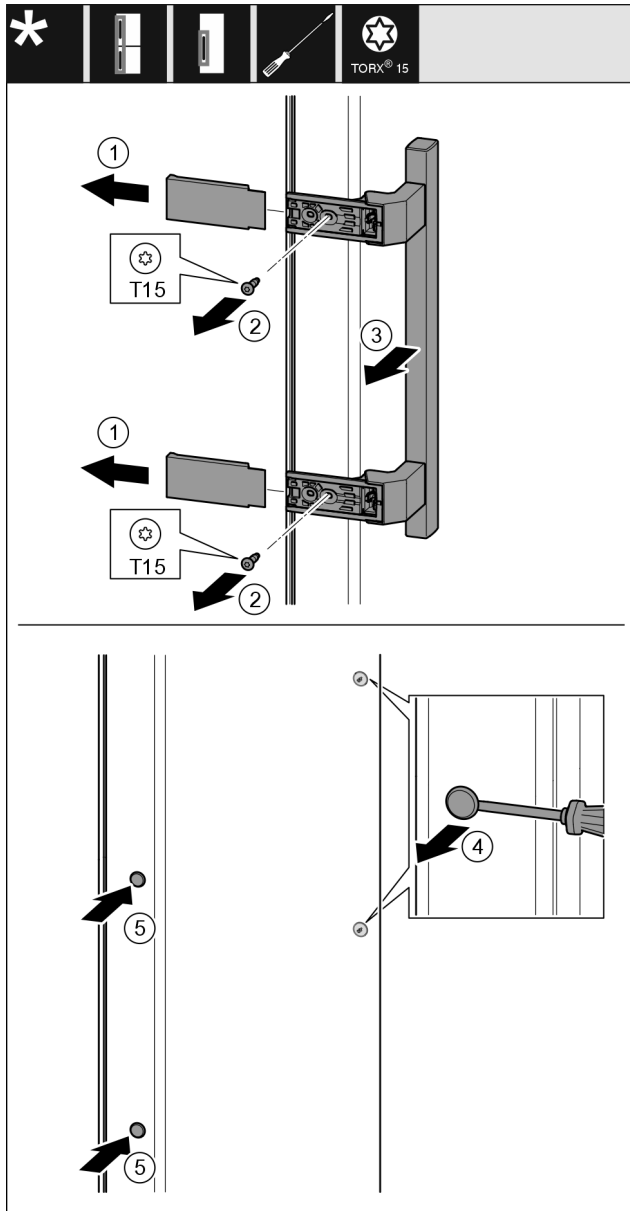

Fig. 24
- Izvucite poklopac Fig. 24 (1).
- Odvijačem odvrnite vijke Fig. 24 (2).
- Skinite ručku Fig. 24 (3).
- Odvijačem s ravnom glavom oprezno podignite bočni čep Fig. 24 (4) i izvucite ga.
- Ponovno umetnite čep Fig. 24 (5) na drugoj strani.